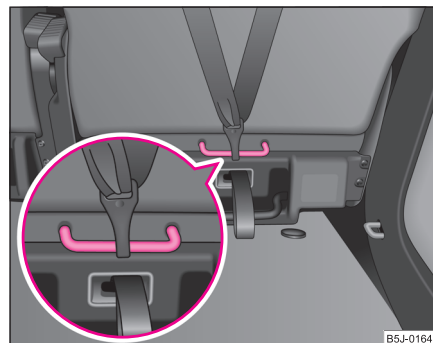

Fig. 144 Asiento posterior: Top Tether
Para aumentar la seguridad de los niños disponen los asientos posteriores exteriores de serie del sistema de sujeción “Top Tether”, ubicado detrás del respaldo ⇒ **fig. 144**. El montaje y desmontaje debe realizarse siempre según las instrucciones adjuntas del fabricante del asiento infantil.
- Fije los asientos infantiles con el sistema “Top Tether” solamente en los puntos previstos ⇒ **fig. 144**.